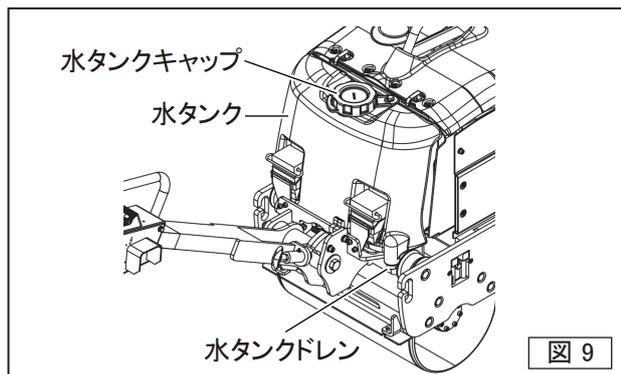

図 9
- 散水作業を行う時は、機体後方にある水タンクに水を入れてください。(図9)